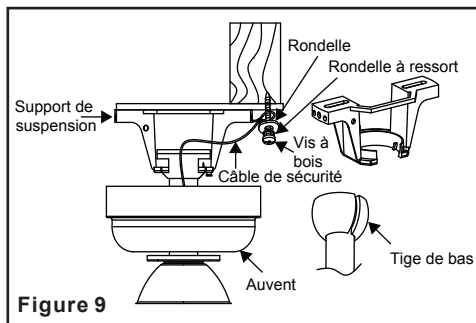

Figure 9
**Étape 4 :** Placez la boule de tige de suspension dans la douille du support de tringle (Fig.9). Assurez-vous que la boule de la tringle est logée dans la rainure du support de tringle. Enfoncez une vis à bois et des rondelles dans le côté du support qui maintient la boîte de sortie. Laissez 3mm (1/8") d'espace entre le support et la rondelle. Insérez le câble de sécurité dans le cintre et l'un des trous de la boîte de sortie dans le plafond. Ajustez la longueur du câble de sécurité à atteindre la vis et les rondelles en tirant sur le câble par le serre-câble jusqu'à ce que la longueur soit correcte, remettez l'extrémité du câble à travers le serre-câble, en formant une boucle à l'extrémité du câble. Serrez bien le collier de serrage du câble. Maintenant, mettez la boucle dans l'extrémité du câble de sécurité sur la vis à bois et sous la rondelle. Serrez bien la vis à bois (figure 9).